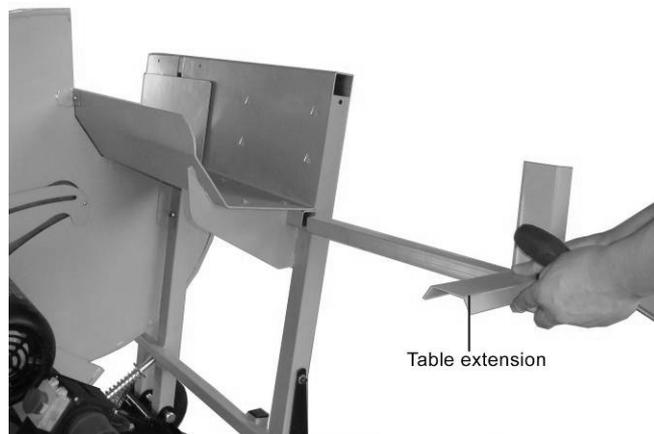

Fig. 6
7) Fixer la rallonge de la table avant de couper (voir Fig. 6).